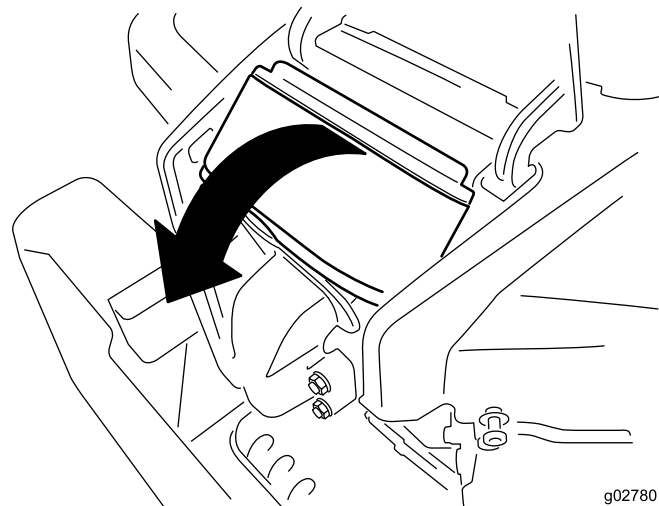

Figura 41
4. Sollevate il coperchio e ruotate il gruppo del filtro dell'aria per estrarlo dal motore (Figura 41).